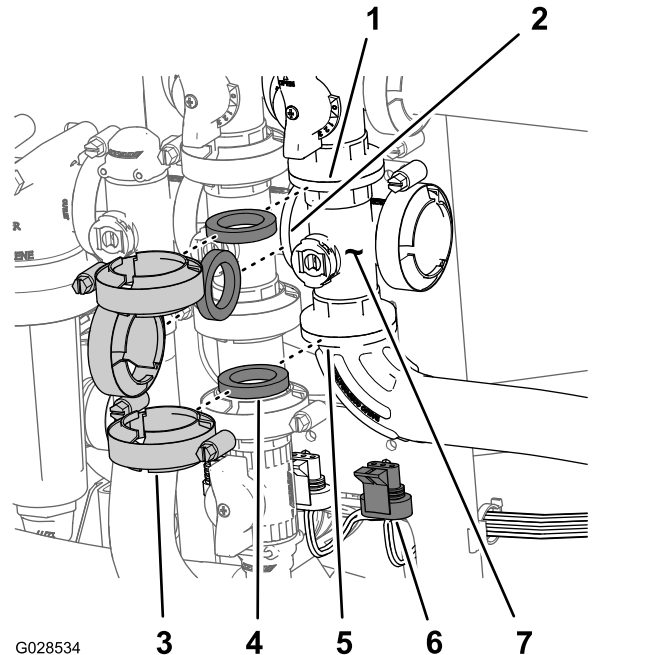

Bild 92
1. Entfernen Sie die Klemmen und Dichtungen, mit denen der Verteiler für das Hauptauslegerventil (**Bild 92**) am Sicherheitsventil des Hauptauslegers, am Rührwerkventil und am 90°-Flanschkrümmer (am Ende des Schlauchs für das Durchflussmessgerät) befestigt ist.